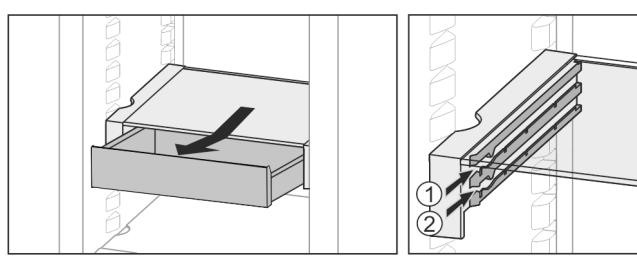

Fig. 31
- Zasuňte v libovolné výšce Fig. 31 (1) nebo Fig. 31 (2).